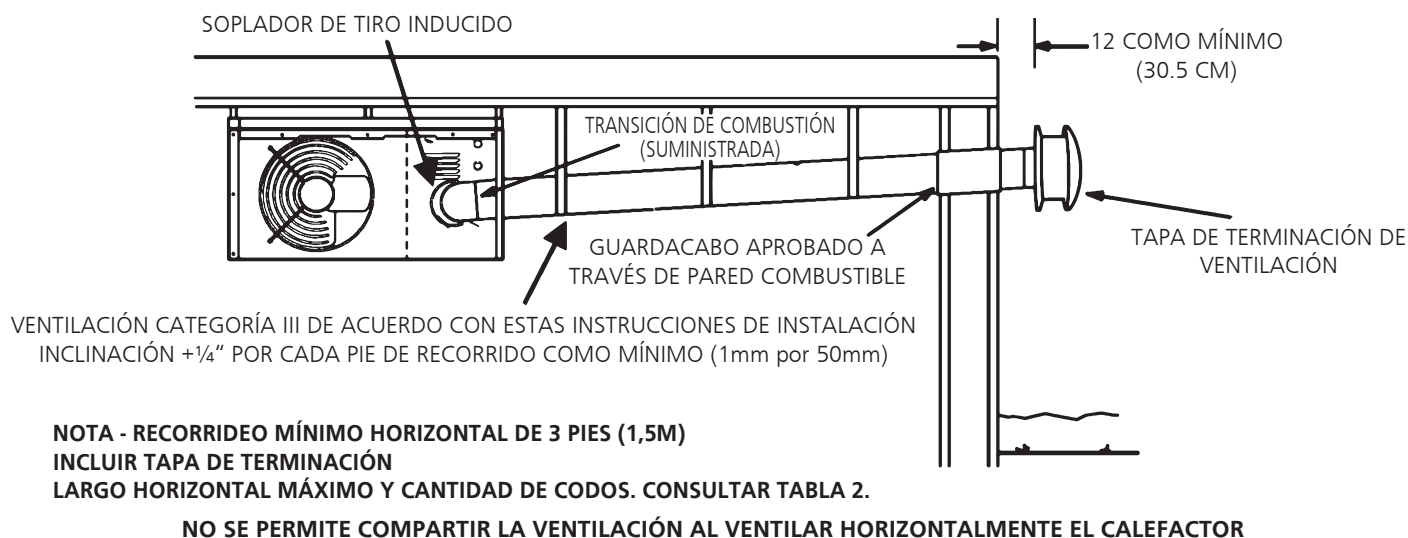

FIGURA 5
- Para instalaciones residenciales horizontales, estas unidades están certificadas como artefactos categoría III. **Ventilación A - Recomendaciones generales y requisitos y C - Ventilación horizontal general y E - Ventilación horizontal residencial.** Consulte la **figura 5**.